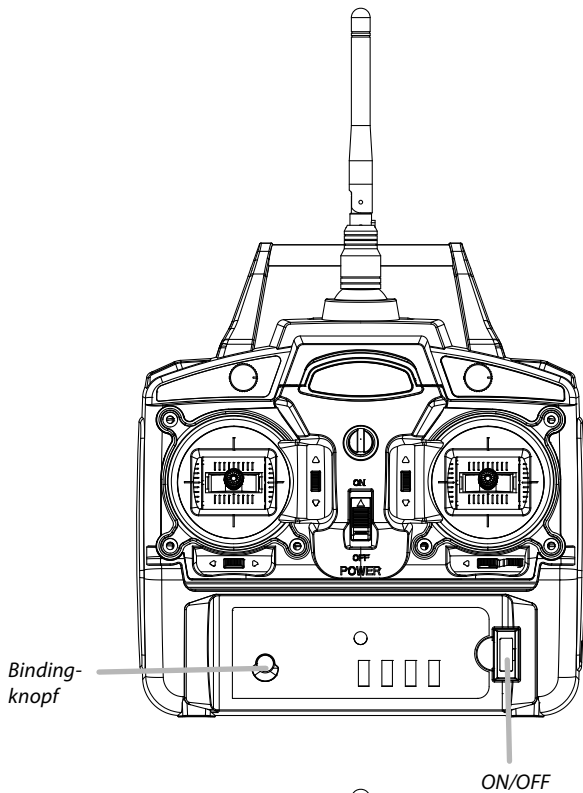

Bild 2
4. Drücke und halte den „Binding“-Knopf am Sender gedrückt, dann schalte den ON/OFF-Schalter am Sender auf ON (Bild 2).